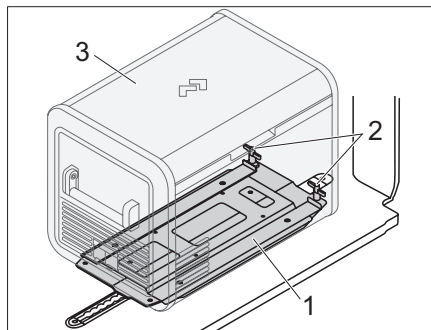

Fig. 81 Support (équipement spécial)
- ▶ Placer la glacière (Fig. 81,3) dans le support (Fig. 81,1).
- ▶ Fixer la glacière avec les poignées (Fig. 81,2).